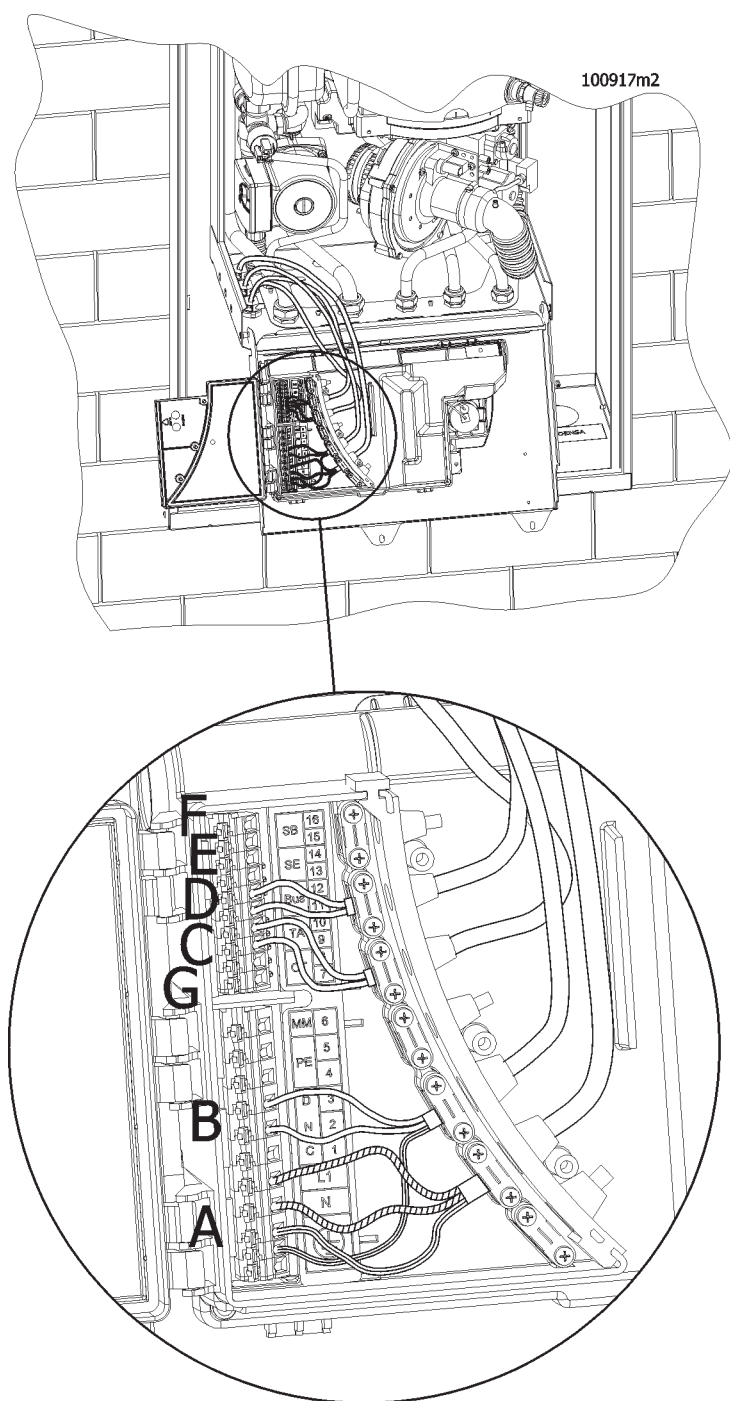

Figura 13 - Collegamenti elettrici:
- Come da figura 13 il cavo dell'alimentazione elettrica e il cavo di alimentazione della elettrovalvola, devono entrare in caldaia separatamente dal cavo del termostato ambiente e/o dal cavo del comando remoto, in quanto questi ultimi lavorano in bassissima tensione di sicurezza. Analogamente, all'interno dell'abitazione i cavi del termostato ambiente e/o del comando remoto, devono girare separatamente dalla tensione di rete.
Per l'allacciamento del cavo del termostato ambiente, procedere come di seguito (fare riferimento alla figura 13):
- collegare i 2 capi del cavo ai morsetti "TA" (vedi figura 13 particolare C).
Per l'allacciamento del cavo di alimentazione elettrica, procedere come di seguito (fare riferimento alla figura 13):
- collegare i cavi ai morsetti 1,2 e 3 (vedi figura 13 particolare "A") rispettando la seguente sequenza: